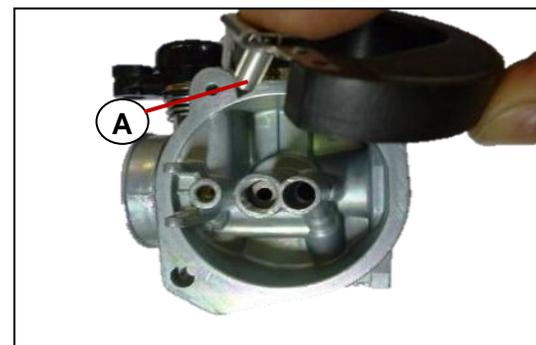

Fig. 8.10
- Al retirar el flotador tenga cuidado de no ir a perder la aguja [A]. **Fig. 8.10**